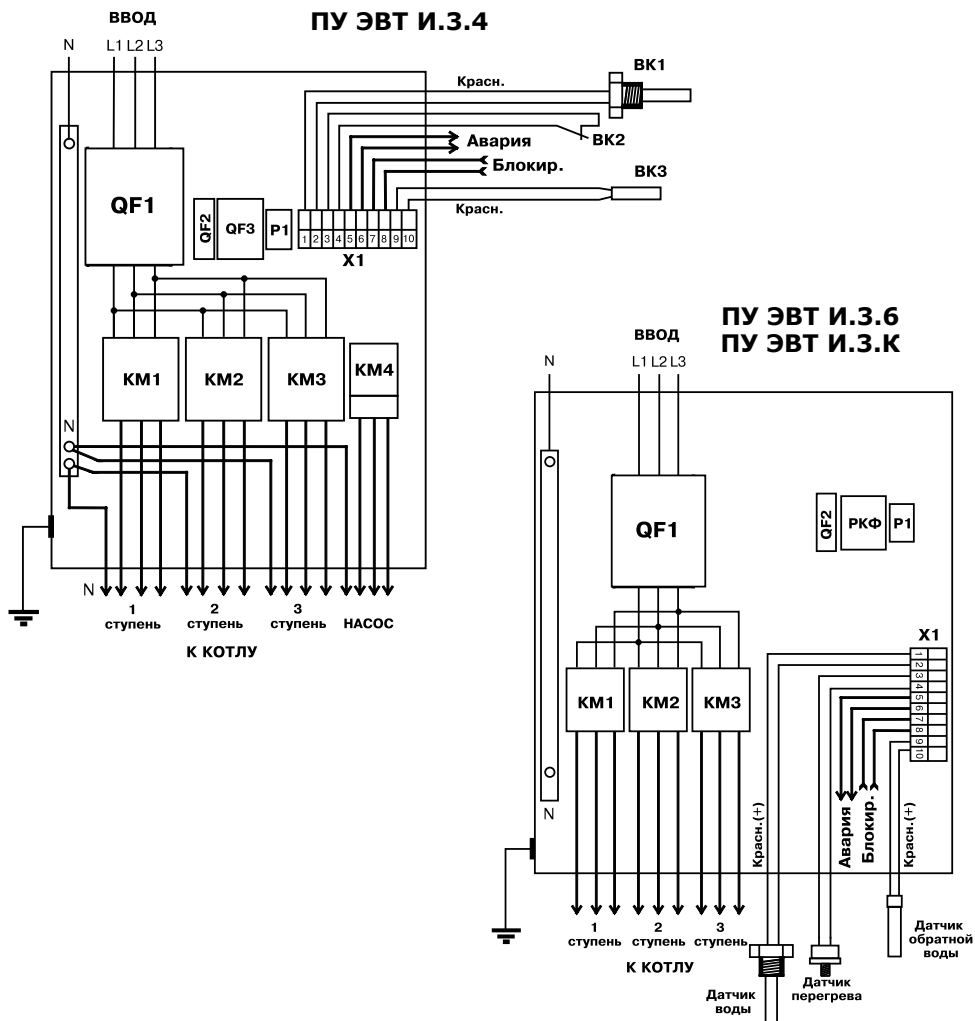

Рис.2 Схемы подключения панелей управления
4.3.1. В качестве защиты используется максимальная токовая защита вводным автоматическим выключателем на отключение котла. Предусмотрена внешняя блокировка включения магнитных пускателей, блок-контактом из схемы защиты от превышения давления (конт. 7; 8 X1) Рис.2. Предусмотрена возможность подключения внешней сигнализации аварийного отключения, для этого на колодку X1 (конт. 5; 6) Рис.2 выведены контакты реле аварийного отключения P1.
5.2. Эксплуатация панели должна осуществляться только при условии ее подключения в соответствии со схемой электрического подключения (Рис.2).
6.3. Подключить панель к водонагревателю проводами или кабелями соответствующего сечения (исходя из мощности водонагревателя) согласно схеме подключений Рис.2 настоящего паспорта.
6.4. Установить датчик температуры прямого теплоносителя на предназначенное в водонагревателе место. Подключить датчик к монтажной колодке X1 в соответствии со схемой Рис.2, обращая особое внимание на полярность подключения. Провод красного цвета, подключается на клемму (1), синего цвета на клемму (2) колодки X1. Установить датчик перегрева в водонагревателе без прокладки, не прилагая большого усилия при закручивании. Установить датчик обратного теплоносителя на обратную магистраль системы отопления и подключить его к колодке X1 обращая особое внимание на полярность подключения.
6.5. Выполнить заземление корпуса панели в соответствии со схемой подключений Рис.2.